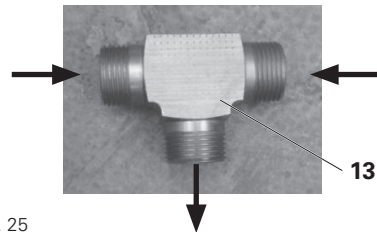

Fig. 25
- Combinare le linee di ritorno L_3 e L_4 per creare la linea di ritorno combinata L_5 usando un connettore a T **(13)**, quindi posizionare vicino al dispositivo di ripresa **(1)**. (Fig. 25)